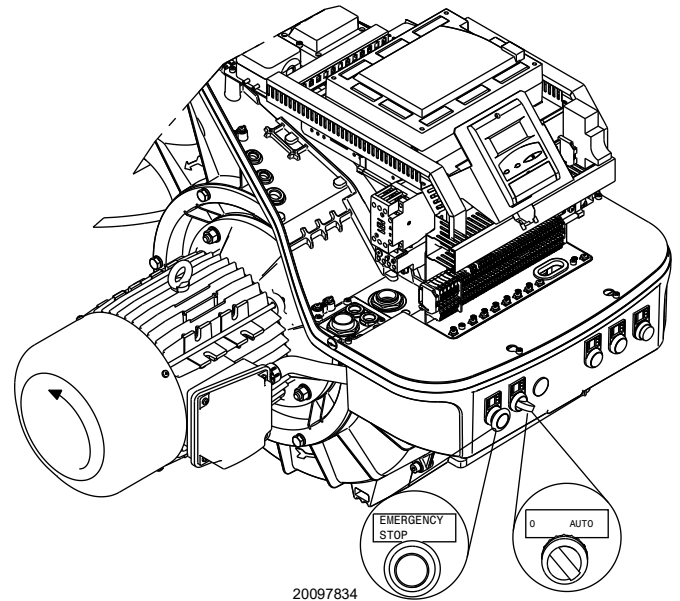

Abb. 23
Den Schalter auf die Position „**AUTO**“ (Abb. 23) stellen.
Beim Anlaufen des Brenners die Drehrichtung des Motors überprüfen, siehe (Abb. 23).
- Den Schalter auf Abb. 23 auf „0“ stellen und warten, bis das Steuergerät die Abschaltphase ausführt;